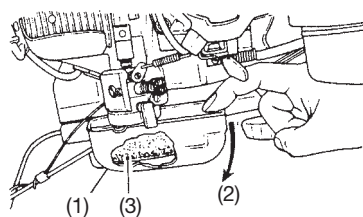

Fig. 9
- 1) Pulire l'elemento del filtro di aria con del sapone e dell'acqua, asciugare prima di riutilizzare. (Fig. 9)